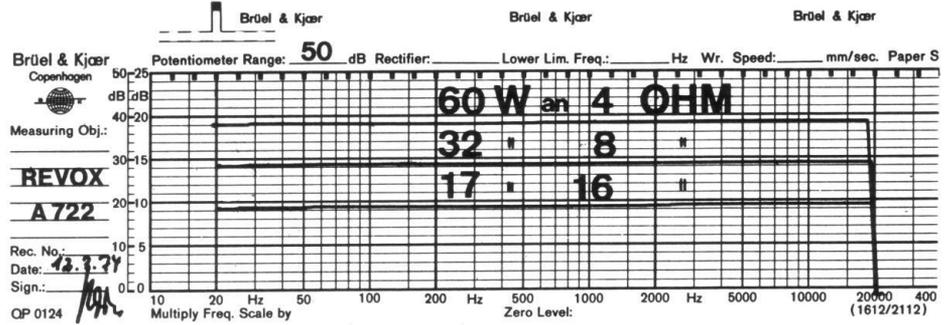

Bild 12 Übertragungsbereich und Frequenzgang unter Vollast an den drei Lastwiderständen 4, 8 und 16 Ω.
Bei konstanter Eingangsspannung wurde die Frequenzabhängigkeit der Ausgangsspannung für Vollast an den (3) Widerständen 4, 8 und 16 Ω gemessen (Bild 12). Kommentar: «Gerader geht's nicht!» Der Unterschied im Übertragungsbereich beider Kanäle ist im gesamten Übertragungsbereich < 1 dB.
Bild 12 zeigt den Frequenzgang im Bereich von 20...20 000 Hz, bei einer Eingangsspannung von 780 mV